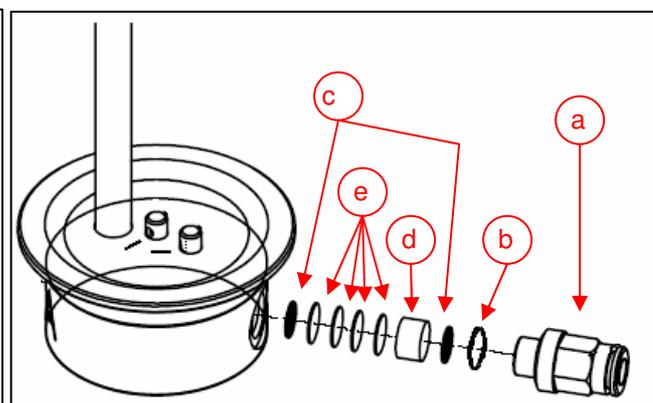

Abb. 10 - Filter im Tank 25 – 70 µm
- Beim 25-70 $\mu$ m Tank noch zusätzlich 1 O-Ring (Abb. 10 b) einlegen